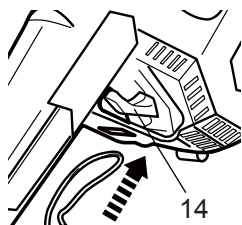

Fig. 11
- > Pliez la rallonge à environ 30 cm de la prise femelle, et faites passer la boucle par le trou. Accrochez-la sur le porte-câble [14] et tirez délicatement dessus afin de vous assurer qu'elle tient bien en place (Fig. 11, 12).